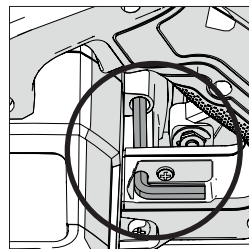

Fig. 1
- Localizzare la chiave esagonale per il cambio lama conservata nell'apposito alloggiamento (**Fig. 1**)